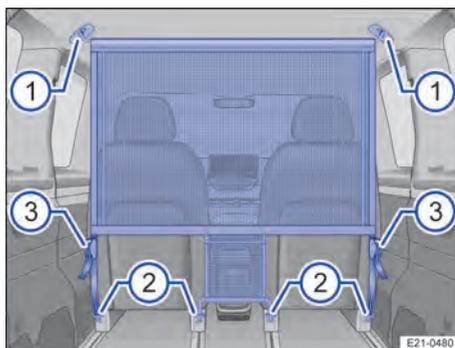

Fig. 134 Atrás dos bancos dianteiros: rede divisória instalada.
1. Certificar-se de que os tensores apontem para trás → Fig. 134 (3).
2. Prender a rede divisória na parte superior dos lados esquerdo e direito → Fig. 134 (1).
4. Encaixar os suportes na armação do banco nos lados esquerdo e direito, respectivamente → Fig. 134 (2). Certificar-se de que a rede divisória esteja instalada verticalmente.